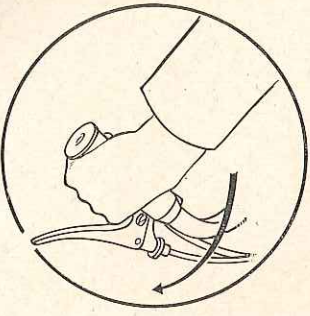

Fig. 1
- 2°) Décompresser en tournant à fond la poignée des gaz vers l'extérieur, et pédaler comme à bicyclette, sur quelques mètres, en gardant la poignée dans cette position (Fig. 1).